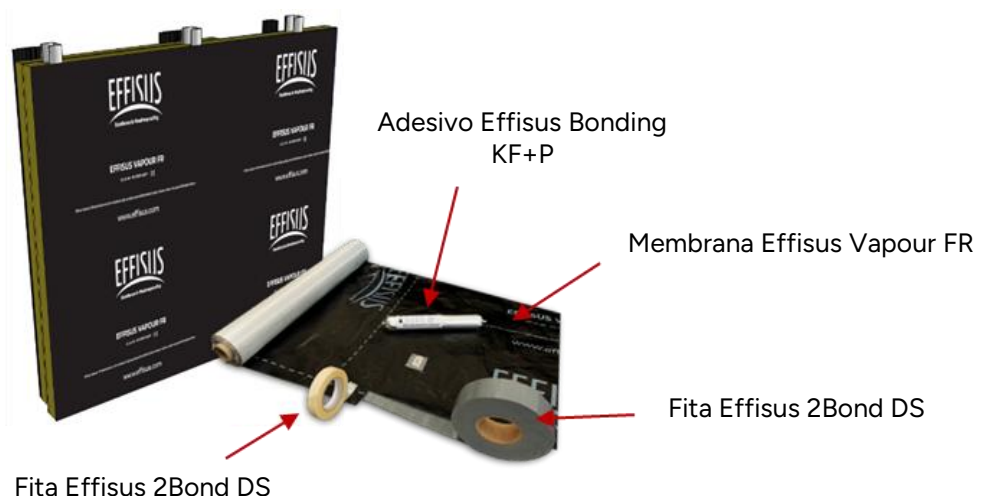

Figura 3 – Sistema Effisus Vapour FR
- As juntas verticais devem sobrepor-se no mínimo 150 mm e ser escalonadas ou deslocadas sempre que possível (ver Figura 3).